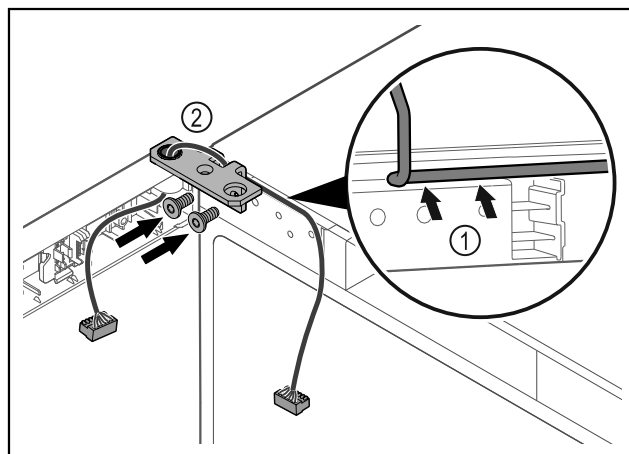

Fig. 46
- ▶ Provedite kabel kroz izrez na kutnoj šarki i oprežno ga položite Fig. 46 (1).
- ▶ Navrnite kutne šarke Fig. 46 (2).